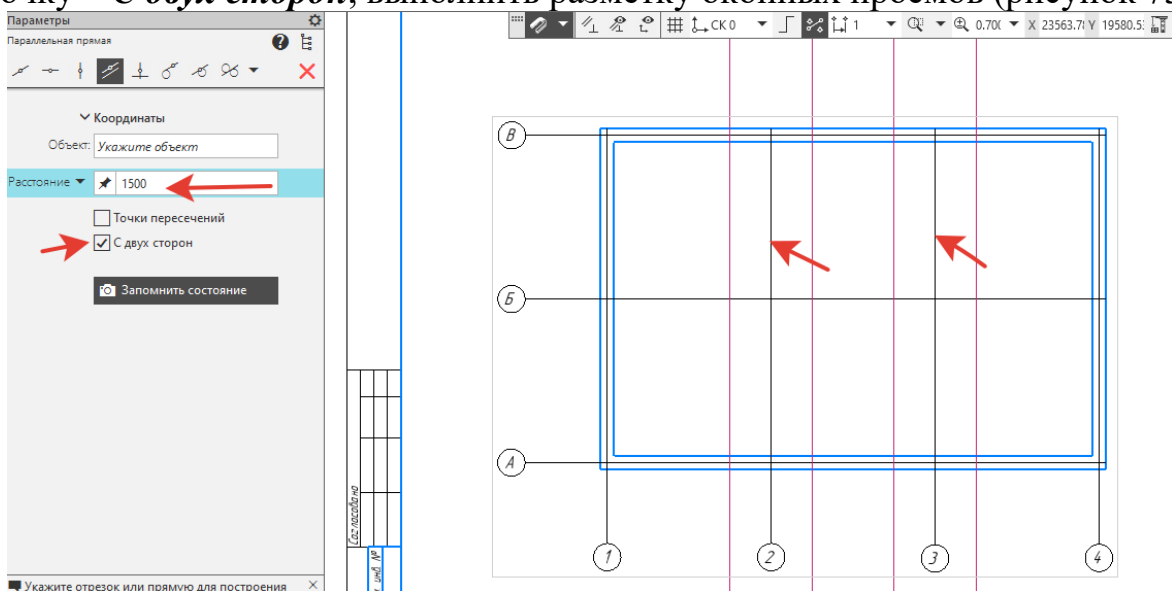

Рисунок 75.
11. **Оконные проемы.** От вертикальных осей 2 и 3 с помощью *Вспомогательная прямая - Параллельная прямая - Расстояние – 1500*, поставить галочку – *С двух сторон*, выполнить разметку оконных проемов (рисунок 75).